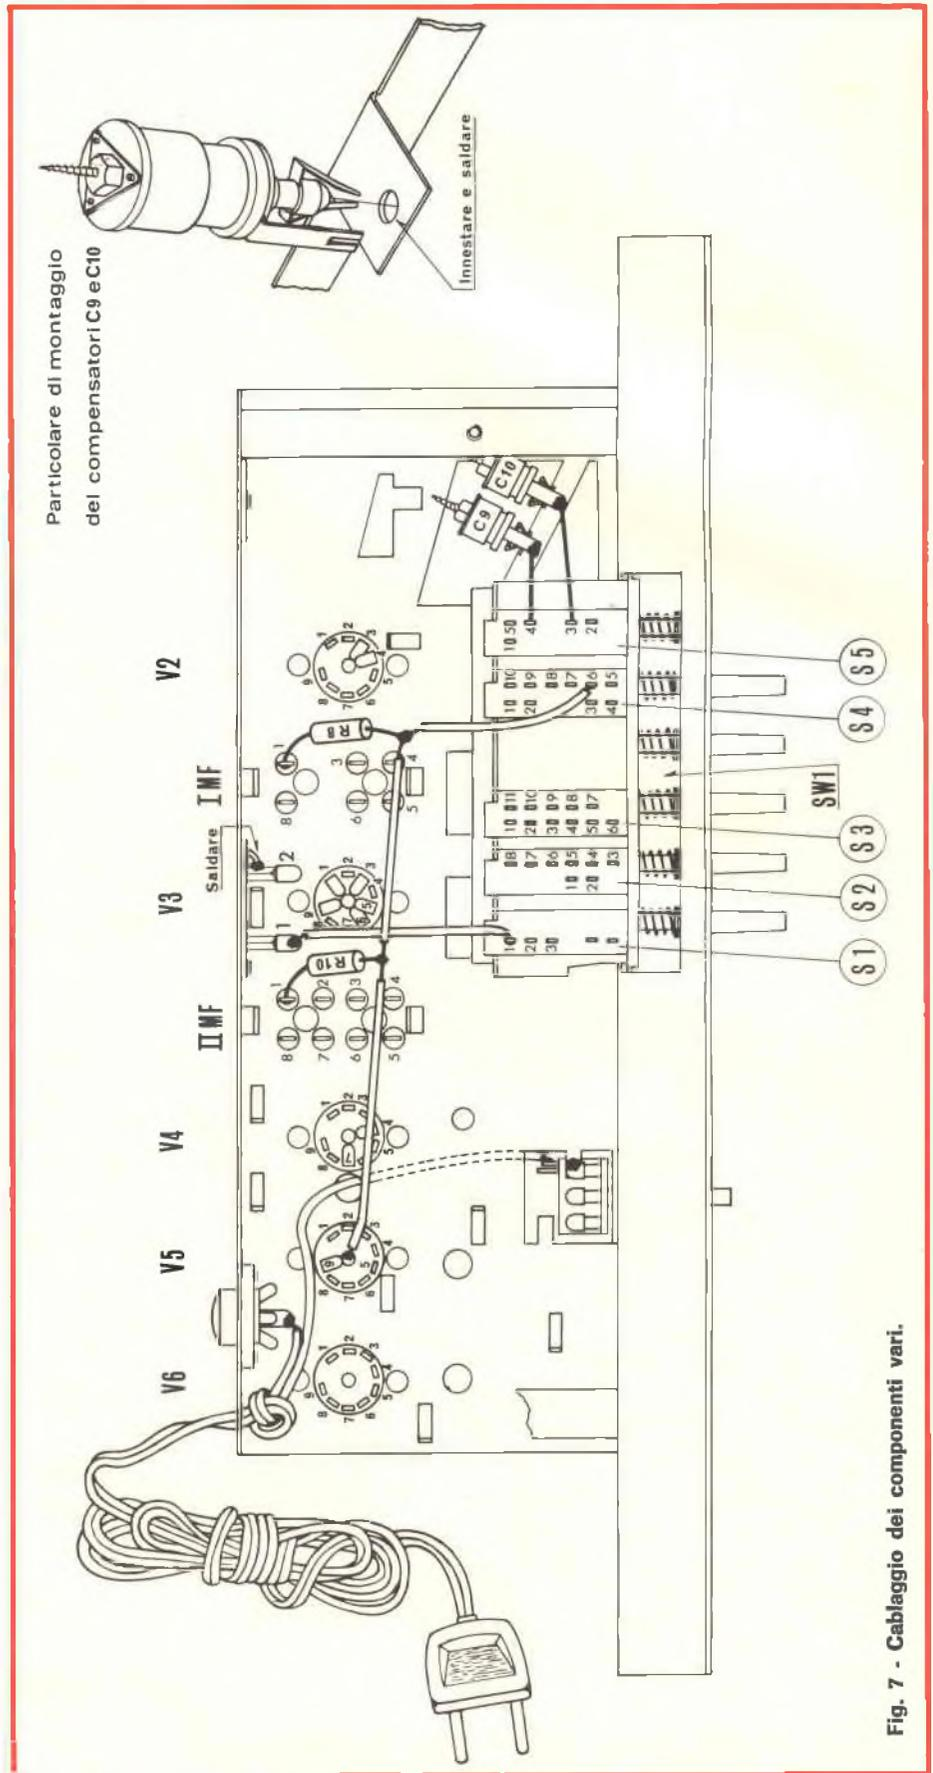

Fig. 7 - Cablaggio dei componenti vari.
V FASE - Montaggio dei componenti vari - fig. 7
- Collegare il contatto centrale dello zoccolo di V5 al terminale 6, settore S4 del commutatore SW1, mediante uno spezzone di filo rigido nudo del \varnothing di 1 mm e della lunghezza di cm 22 dopo averlo sagomato e isolato con del tubetto come è indicato in fig. 7.